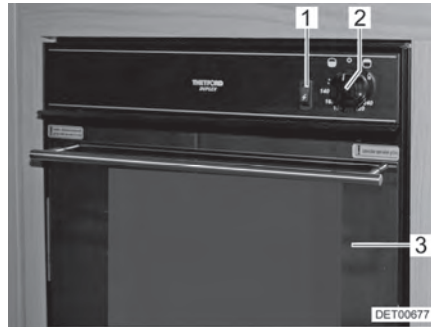
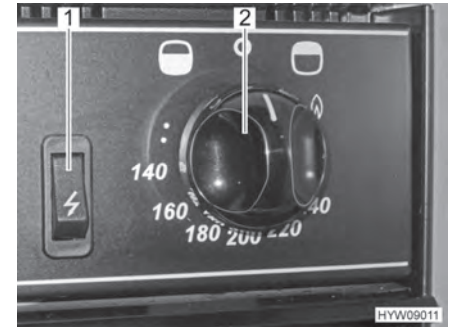

Fig. 128 Forno a gas con grill
Fig. 129 Elementi di comando (forno a gas con grill)
- Aprire completamente lo sportello del forno (Fig. 128,3).
- Premere il pomello girevole (Fig. 128,2 e Fig. 129,2) e ruotarlo in senso antiorario fino a raggiungere la posizione massima consentita (in direzione del simbolo del forno "☼").
- Premere il pomello girevole (Fig. 128,2 e Fig. 129,2) e tenerlo premuto per 5-10 secondi. Il gas fluisce verso il bruciatore.
- Premere l'interruttore di accensione (Fig. 128,1 e Fig. 129,1) finché la fiamma brucia.
- Premere il pomello girevole (Fig. 128,2 e Fig. 129,2) e ruotarlo in senso orario (in direzione del simbolo del grill "☼" e posizionarlo sul simbolo della fiamma).
- Ruotare il pomello girevole (Fig. 128,2 e Fig. 129,2) su "O". La fiamma si spegne.